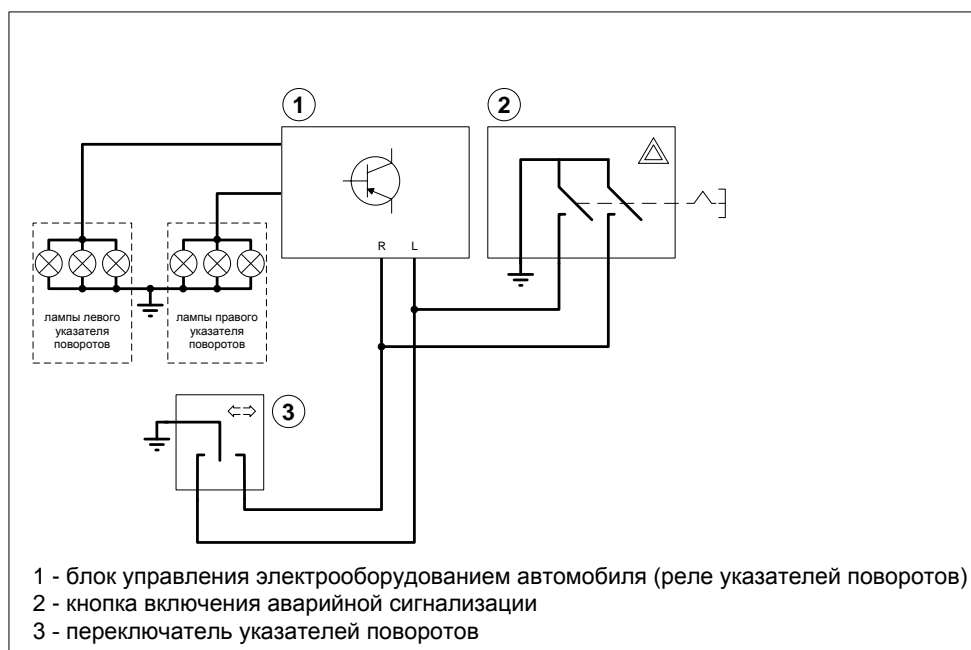

Рисунок 3 – Исполнение Minus тип А
- если кнопка аварийной сигнализации коммутирует два входа управления указателями поворотов на «массу» автомобиля (иллюстрация рис. 3), то необходимо выбрать исполнение **А**. Можно переходить к определению полярности цепи заднего хода.